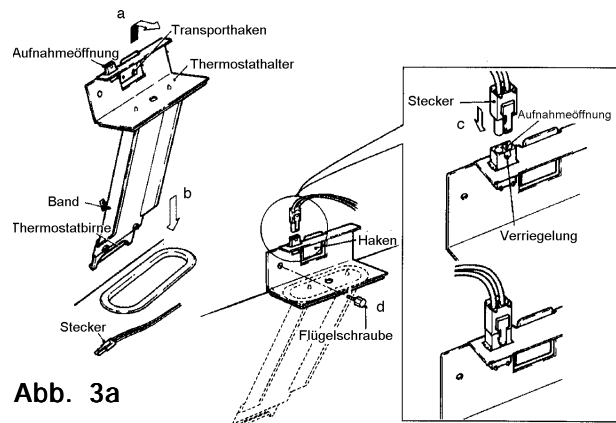

Abb. 3a
5) Thermostat des Behälters wie folgt installieren. Siehe Bild 3a und 3b.